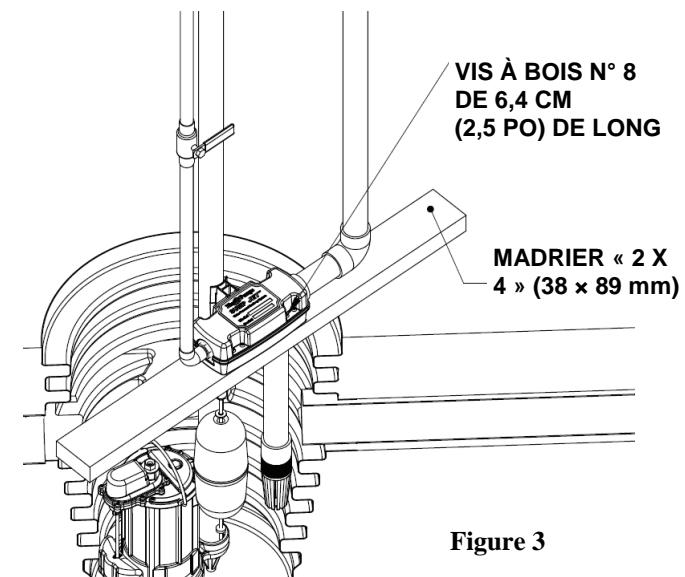

Figure 3
- 3-16 Pour pouvoir remettre le couvercle de puisard en place, des trous et dégagements supplémentaires doivent être découpés pour le passage du tuyau d'aspiration et de la tige de flotteur de la pompe **SumpJet®**. Utiliser le gabarit fourni de la Figure (4) à la fin de ce manuel.
- 3-17 Si la pompe de secours **SumpJet®** ne peut pas être montée sur le tuyau d'évacuation de la pompe d'assèchement, il est possible de poser **SumpJet®** sur un support en bois. Découper des trous, tel qu' indiqué à la figure (4) à la fin du manuel. La **SumpJet®** comporte 4 trous de vis pouvant être utilisés pour la fixer sur le bois. Utiliser des vis à bois n° 8 de 6,4 cm (2,5 po) de long. Voir Figure 3.